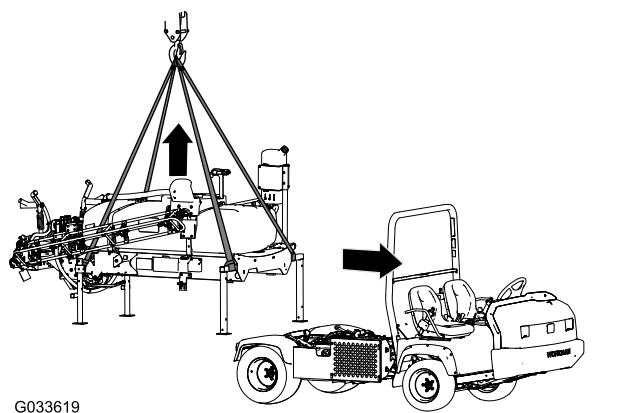

Figura 138
1. Baixe as rampas para aproximadamente 45° e, em seguida, incline-as para a frente (Figura 138).
5. Ligue o equipamento de elevação aos tubos horizontais dos macacos frontais e o poste vertical aos macacos traseiros (Figura 138).
7. Eleve o patim do depósito da máquina o suficiente para afastar o patim da máquina (Figura 138).